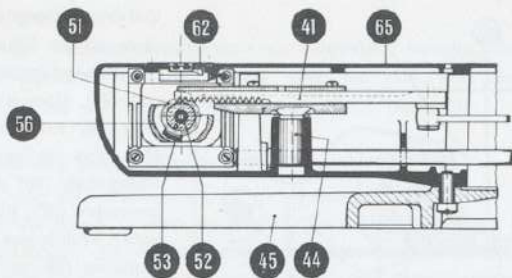

Abb. 25
Das Höherstellen der Zahnstange (41), wenn der Trieb klemmt, oder das Tieferstellen, wenn das Zahnspiel zu gross ist, erfolgt durch Lösen der Zylinderkopfschraube (42). Sie ist zugänglich von dem vorderen Klappdeckel (43), mit Hilfe eines Schraubenziehers. Der Zahnstangenlagerzapfen (44) ist an der Unterseite des Sockels, nachdem man die Grundplatte (45) abgeschraubt hat, zugänglich. Durch Treiben des Lagerzapfens in der einen oder anderen Richtung, lässt sich die beabsichtigte Wirkung erzielen. Man vergesse nicht, die Schraube (42) wieder festzuziehen (Abb. 25 und 26).